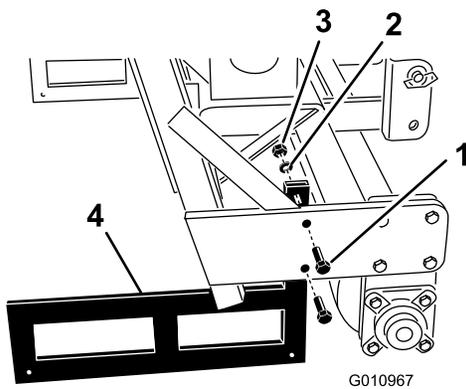

図 33
2. 保管用スタンドとエアレータとを接続しているボルトとナットを取り外す (図 33)。